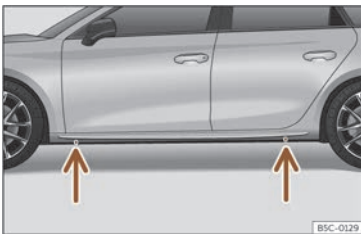

Fig. 234 Puntos de apoio do gato.
- Busque no traveseiro a marca do punto de apoio do gato (área afundida) máis próximo á roda que se vai cambiar >>> fig. 234.